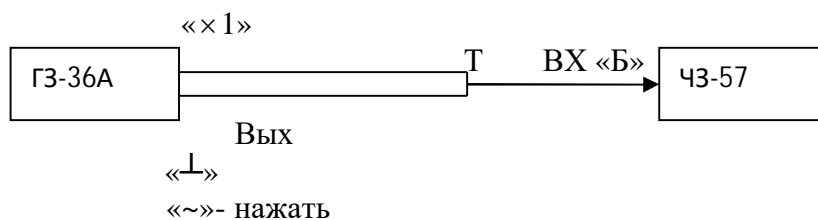

Рис.5. Схема для измерения периода сигналов.
3.4. Собрать схему для измерения периода генератора (Рис.5).
3.4.2. Для этого необходимо выполнить все действия, отображённые на Рис.5., т.е.: